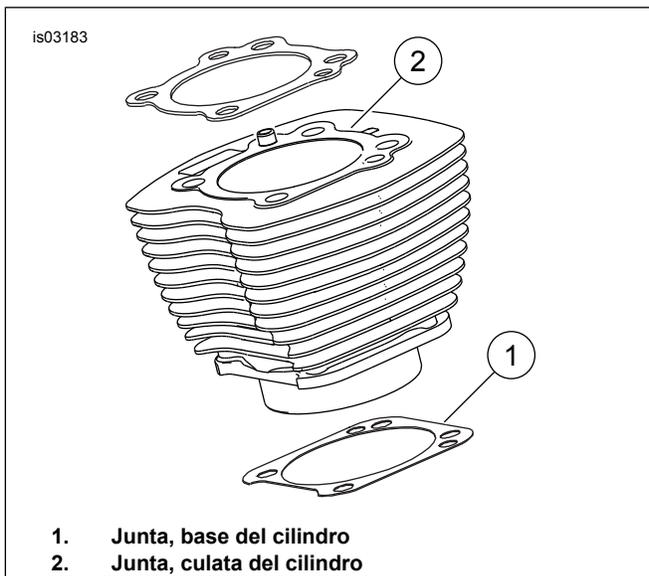

Figura 1. Juntas de los cilindros
- Ve a Figura 1. La junta de la base del cilindro (1) de 103 mm (4.060 in) y la junta de la culata del cilindro (2) eliminan la necesidad de o-rings. No utilice o-rings en los pasadores de localización del cilindro ni en las lumbreras del cilindro.
- Al instalar la nueva junta de la base (1), instale con el lado grabado hacia abajo y el lado cóncavo hacia arriba.